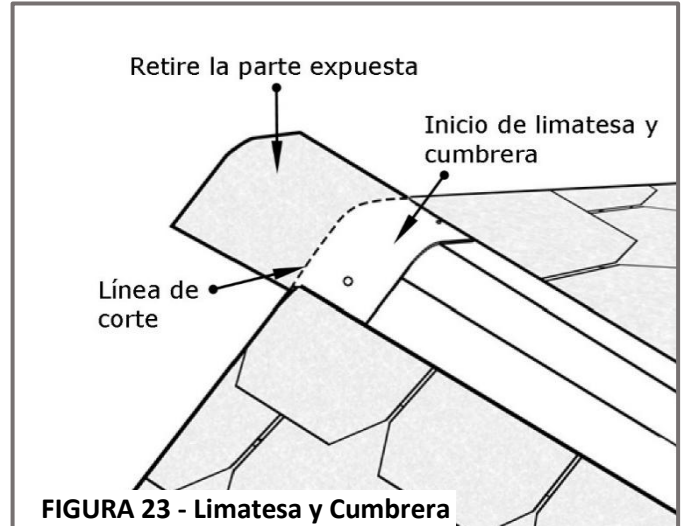

FIGURA 23 - Limatesa y Cumbre
- Haga una teja de inicio quitando la porción de la exposición. Vea la **Figura 23**.